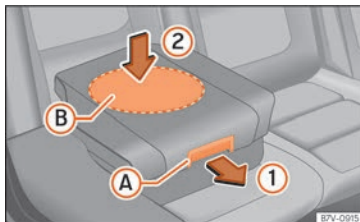

Fig. 36 Siège intégré pour enfants : abaisser l'assise.
- Tirez sur le coussin de siège vers l'avant avec le levier de déblocage »» fig. 36 A dans le sens de la flèche ①.
- Poussez l'assise vers le bas à travers la zone centrale B dans le sens de la flèche ② afin qu'elle s'encastre de manière sûre »» ❶. Les supports latéraux se rabattent automatiquement.
❶ ATTENTION
Si vous abaissez le siège intégré pour enfants, appuyez uniquement sur le centre du coussin de siège »» fig. 36 ②. Autrement, l'assise pourrait se tordre et ne pas s'encasturer correctement.